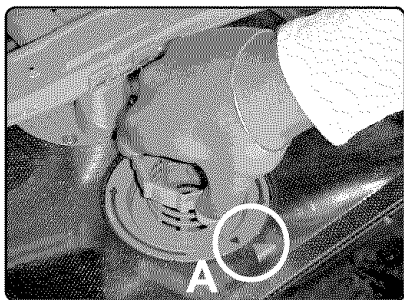

Figure 44/illus. 44
1. Grasp the ring handle, as shown in Figure 44. Turn the ring handle counter-clockwise 1/4 turn and lift out the Large Object Trap/Micro Filter Assembly, as shown in Figure 45.
1. Saisir la poignée, comme à la figure 44. Tourner la poignée dans le sens contre horaire 1/4 de tour et soulever l'assemblage micro filtre et crépine, comme à la figure 45.
1. Agarre la manilla en forma de anillo como se ve en la Ilustración 44. Dele vuelta a la manilla un 1/4 de la vuelta al contrario del reloj y saque la Ensambladura de Trampa de Objetos Grandes/ Micro Filtro como muestra la Ilustración 45.
3. Dele vuelta a la manilla en forma de anillo un 1/4 de la vuelta con el reloj hasta que se tranque. La flecha en la manilla y la flecha en el filtro fino deben indicarse una a la otra, tal como muestra la Ilustración 44.
circle labelled A in Figure 44.